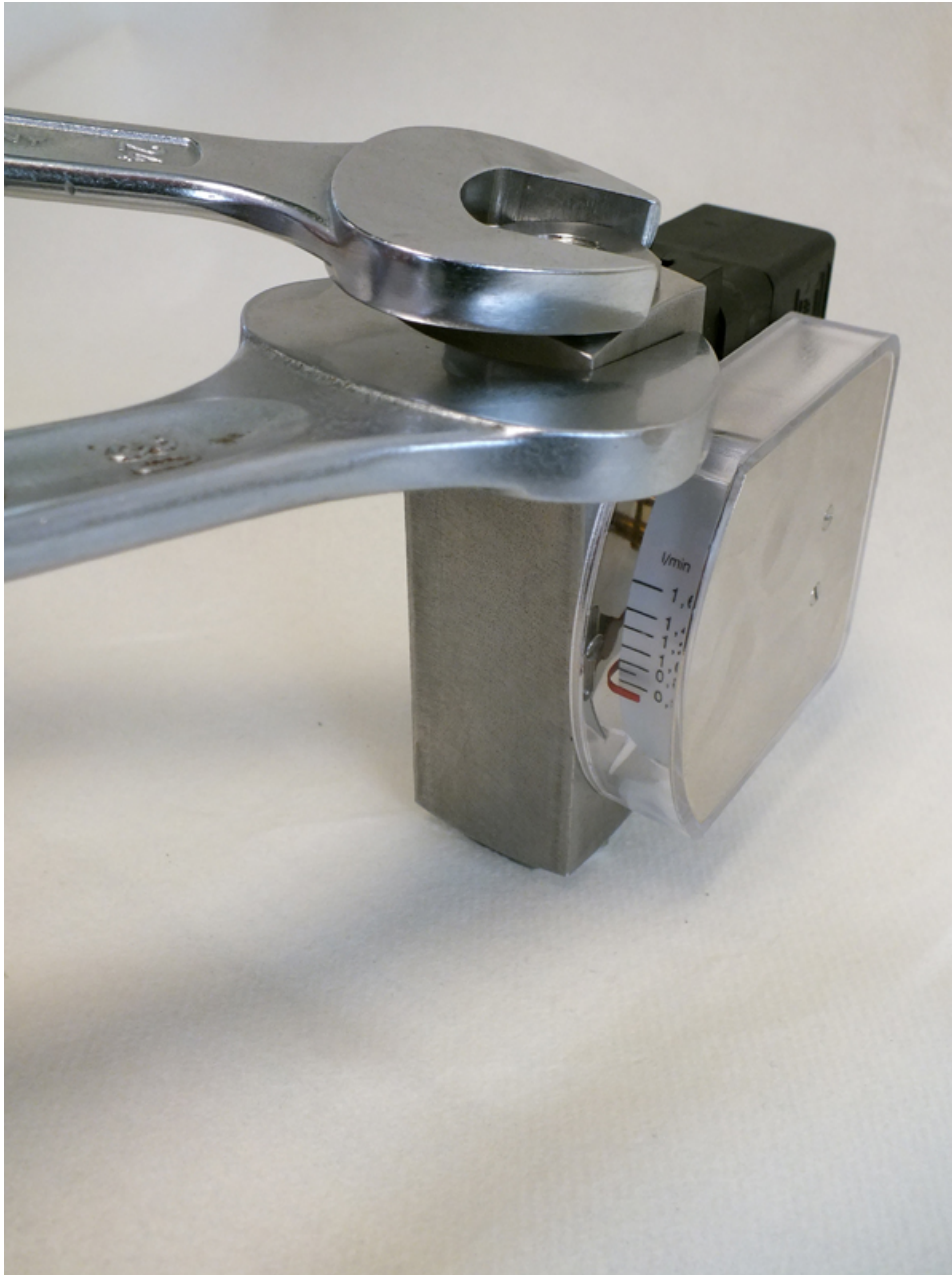

Abb. 46: Verschraubung (Ausgang) lösen
6. Die Verschraubung (Ausgang) (Abb. 46) mit passendem Maulschlüssel lösen. Den Gerätekörper hierbei mit passendem Maulschlüssel gegenhalten